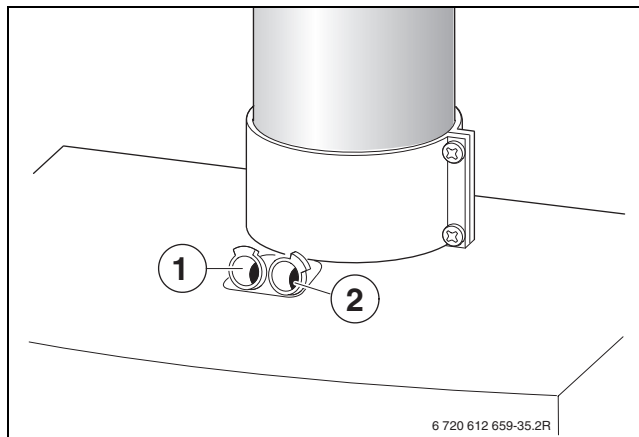

Bild 50
- ▶ Stopfen am Verbrennungsluft-Messstutzen [2] entfernen (→ Bild 50).
- ▶ Stopfen am Abgasmessstutzen [1] entfernen (→ Bild 50).